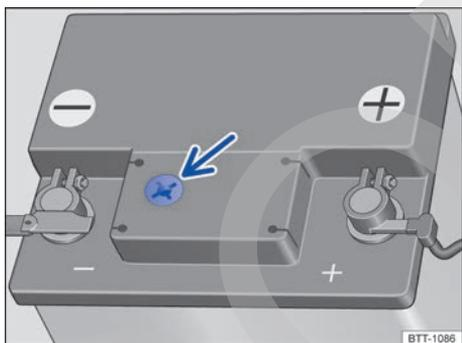

Fig. 198 Mirilla en la parte superior de la batería de 12 voltios (representación esquemática).
- Procure disponer de buena iluminación para poder distinguir bien el indicador de color en la mirilla redonda de la parte superior de la batería de 12 voltios → fig. 198 (flecha). No utilice nunca una llama desprotegida u objetos incandescentes para alumbrarse.